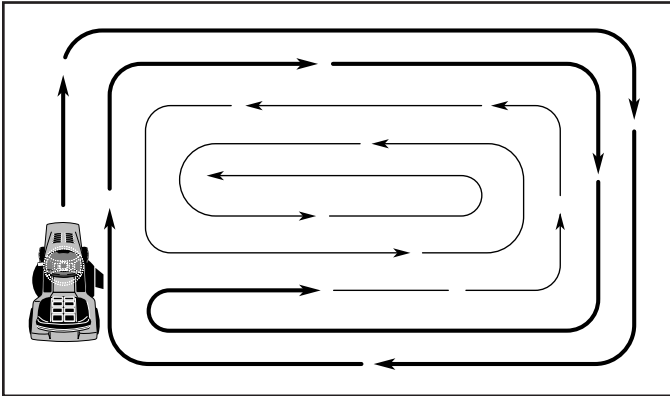

Fig. 16
- Al segar las áreas grandes, empiece girando a la derecha de modo que los recortes se descarguen, alejándose de los arbustos, cercos, entradas de automóviles, etc. Después de una o dos vueltas, siga en la dirección opuesta, haciendo virajes a la izquierda, hasta que termine (Vea Fig 16).